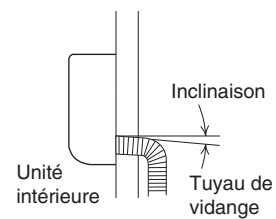

Fig. 3-35
- a) Le tuyau de vidange doit être en pente descendante vers l'extérieur. (Fig. 3-35)